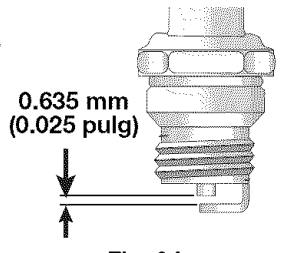

Fig. 34
4. Cambie las bujías que estén rajadas, sucias o deterioradas. Fije la separación de aire a 0,635 mm (0,025 pulgadas) utilizando un calibrador (Fig. 34).